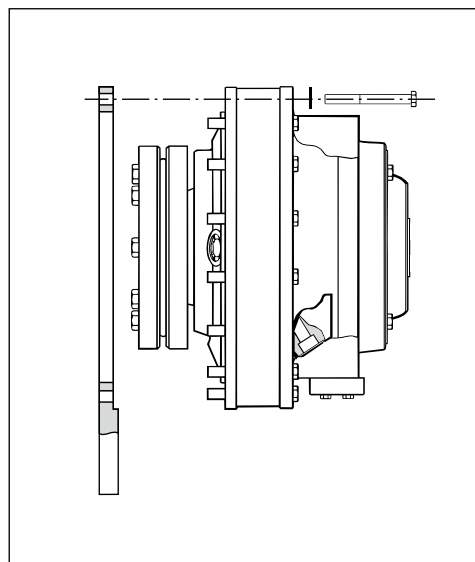

Рис. 3.9. СА 50/70
- Установить винты и шайбы согласно рис. 3.9, а также винты согласно рис. 3.9а.
Рис. 3.9а. СА 100/140/210